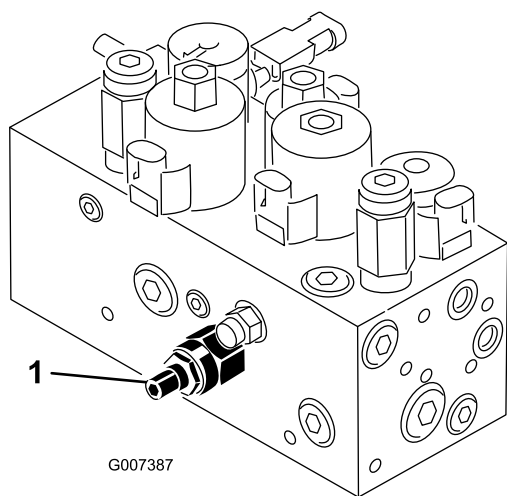

Figura 49
O circuito de elevação da unidade de corte encontra-se equipado com uma válvula de regulador de caudal (Figura 49). Esta válvula é previamente configurada pelo fabricante, mas por vezes é necessário efectuar ajustes de modo a compensar diferenças na temperatura do óleo hidráulico, nas velocidades de corte, acessórios, etc. Se for necessário algum ajuste proceda da seguinte forma:
1. Levante o banco e localize a válvula de controlo do fluxo (Figura 49) montada ao lado do cilindro hidráulico para o apoio central.